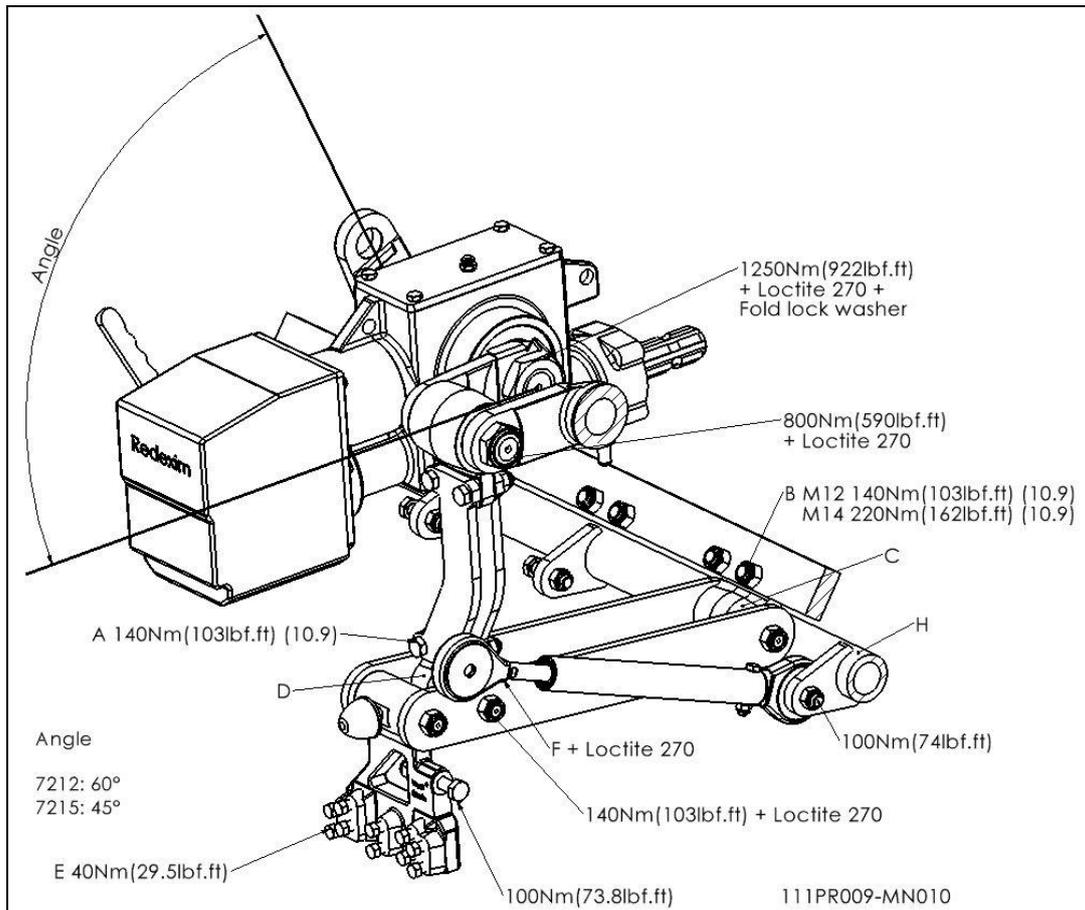

Fig. 8
Na fig. 8., são indicados os valores de binário dos parafusos/porcas mais importantes. Quanto aos que não tiverem um valor de referência, assegure-se que ficam apertados da mesma forma que apertaria um parafuso/porca semelhante. Se os parafusos/porcas ficarem frouxos durante o trabalho, poderá aplicar uma cola adequada.
6. Depois de substituir a cambota e/ou rolamentos, volte a colocar as peças na mesma sequência em que retirou. Utilize uma cola adequada conforme indicado pela fig. 8.
No caso de um elemento estar desalinhado dos elementos adjacentes, o alinhamento poderá ser corrigido da seguinte forma (ver fig. 8.):